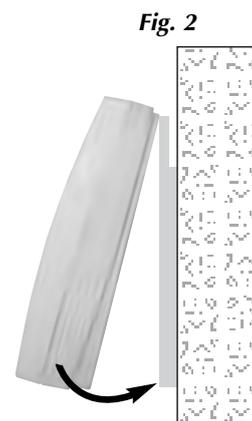

Fig. 2
- Placer la centrale sur les 2 crochets du gabarit de fixation (cf. **Fig. 2**).